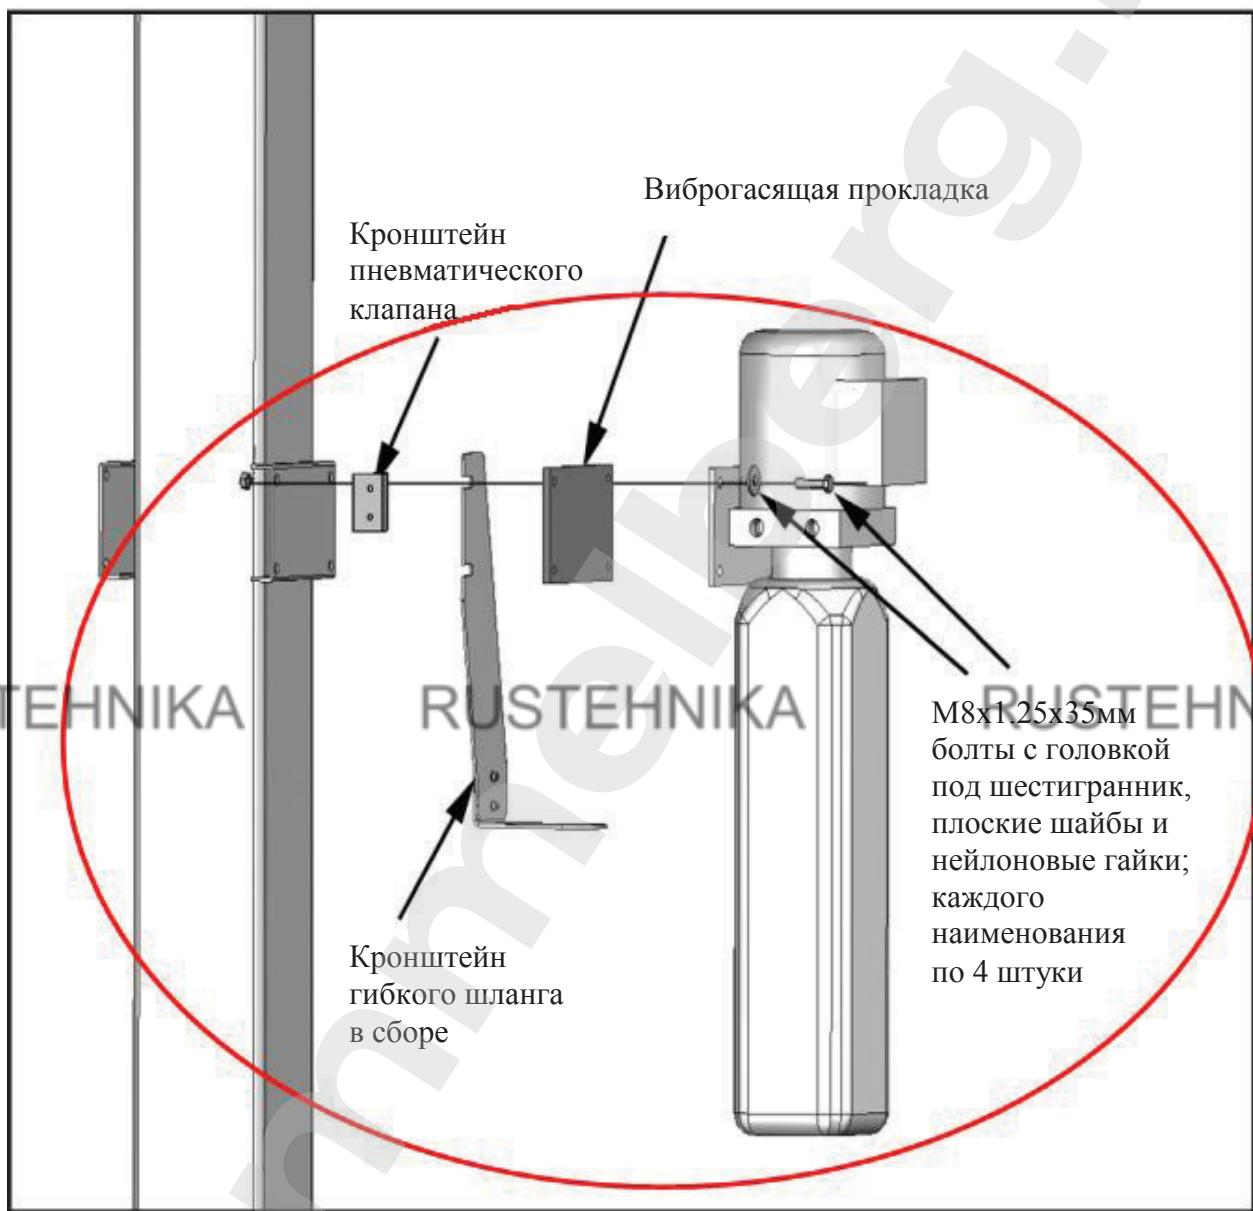

Рис. 9.1
1. Закрепите гидроагрегат на кронштейн, используя болты M8 с головкой под шестигранник и нейлоновые гайки. Залейте необходимое количество (прим. 4 л.) рекомендованной гидравлической жидкости HW-32 (см. рис. 9.1).